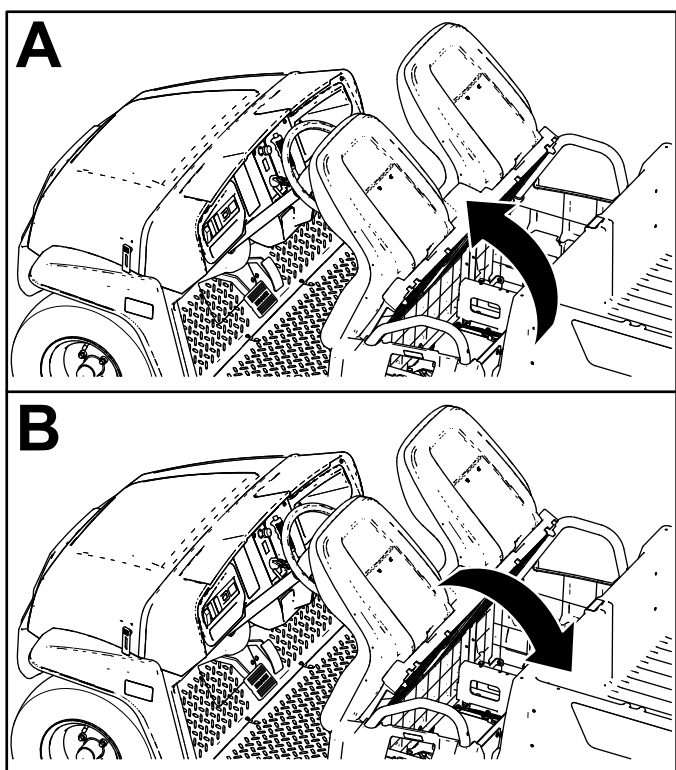

Figura 27
Pentru a ridica ansamblul scaunului, împingeți ansamblul scaunului înainte, până când se sprijină pe volan (Figura 27).
Pentru a coborî ansamblul scaunului, împingeți ansamblul scaunului spre spate, până când acesta se aază în poziția inițială (Figura 27).
1. Împingei ansamblul scaunului înainte, în poziția ridicată (Figura 27).